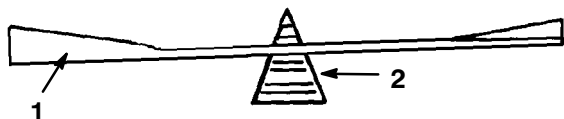

Figure 34
2. Vérifier l'équilibre de la lame en la plaçant sur un équilibreur (Fig. 34). Si la lame reste horizontale, elle est équilibrée et peut être utilisée. Si la lame est déséquilibrée, limer un peu le dos de la lame. Vérifier de nouveau et répéter la procédure jusqu'à ce que la lame soit équilibrée.